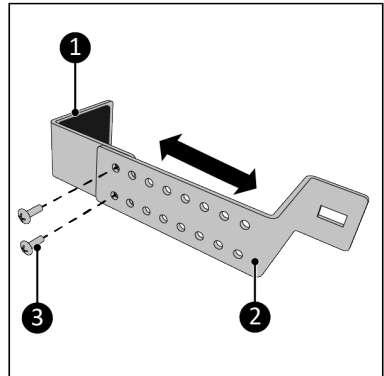

Figure 190.
3. Vissez la partie supérieure (Figure 190, pos. 1) et la partie inférieure (Figure 190, pos. 2) ensemble au moyen des deux vis M5 x 10 mm (Figure 190, pos. 3). Assurez-vous que la largeur est légèrement supérieure à la largeur du cadre de la fenêtre.